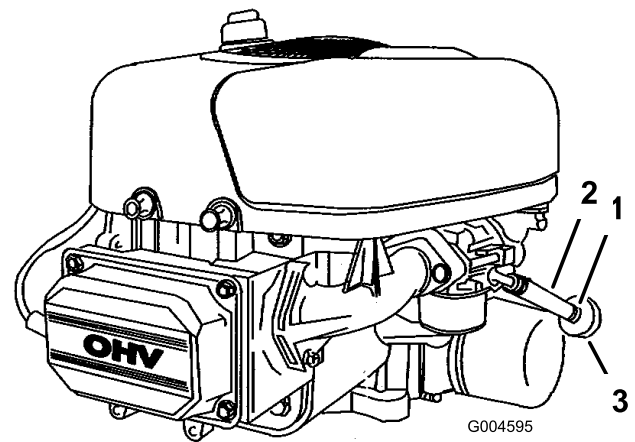

Figura 27
8. Apriete los extremos de la abrazadera y deslícela por el tubo de combustible hacia el depósito de combustible (Figura 27).
9. Tire del tubo de combustible para separarlo del filtro (Figura 27) y deje que la gasolina se drene en un recipiente de combustible o un recipiente apropiado.
Cambie el filtro de combustible cada 100 horas de operación o una vez al año, lo que suceda primero. El mejor momento para cambiar el filtro de combustible (Figura 27) es cuando el depósito de combustible está vacío. No instale nunca un filtro sucio después de desmontarlo del tubo de combustible.
7. Apriete los extremos de las abrazaderas y deslícelas por el tubo alejándolas del filtro de combustible usado (Figura 27).